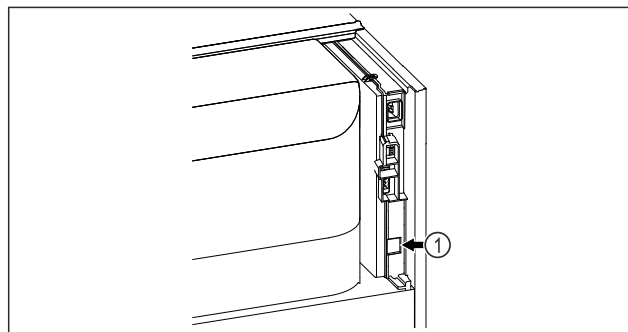

Fig. 99
- ☐ SmartModule Fig. 99 (1) ist eingesetzt.